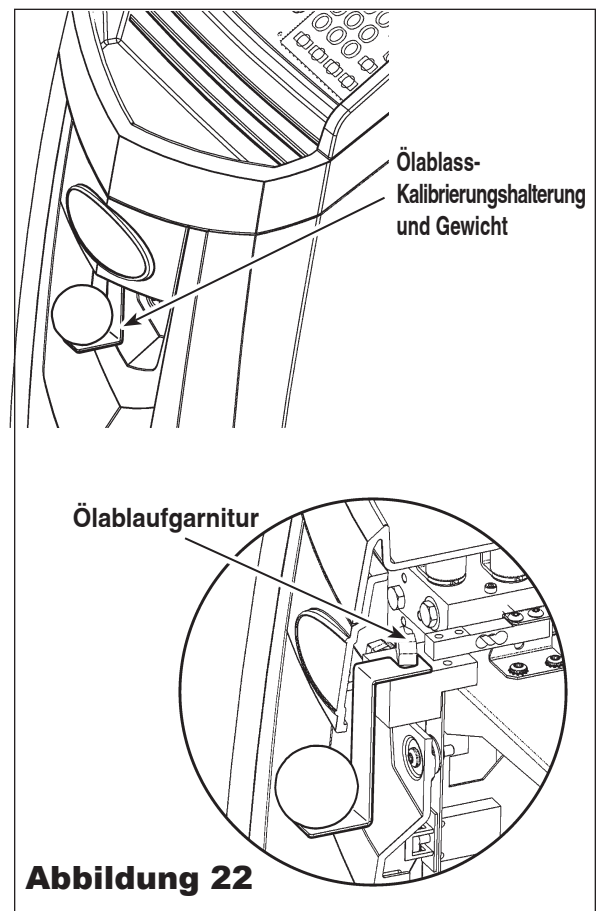

Abbildung 22
2. Die mitgelieferte Ölablass-Kalibrierungshalterung in die Nase der Ölablass-Einlaufgarnitur einhängen wie in Abb. 22 dargestellt.